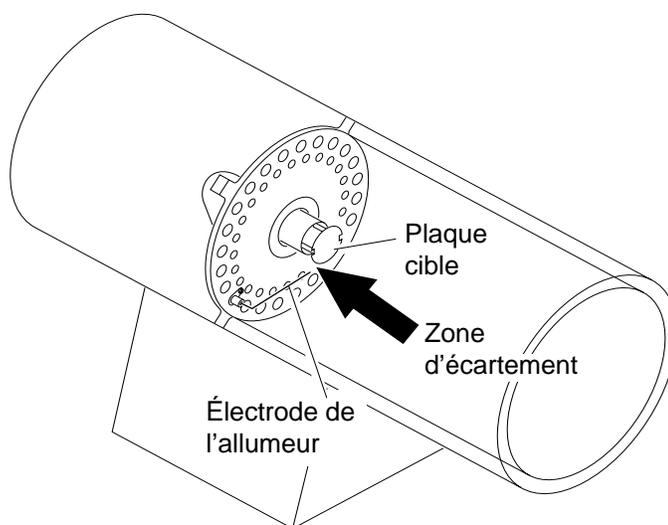

Figure 13 - Écartement entre l'électrode de l'allumeur et la plaque cible
A) Vérifier le fil de l'allumeur. Serrer ou fixer à nouveau le fil d'allumeur desserré. Se reporter à la figure 13, page 15, pour connaître l'emplacement du fil de l'allumeur.
- Régler l'écartement entre l'électrode de l'allumeur et la plaque cible à 4,3 mm (.17") (se reporter à la figure 13).